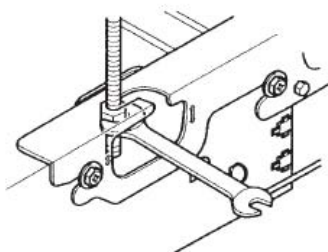

Fig.29
- Ajuste altura girando la tuerca con una llave. Inserte la llave desde la abertura del soporte colgante. (Ver Fig. 29)